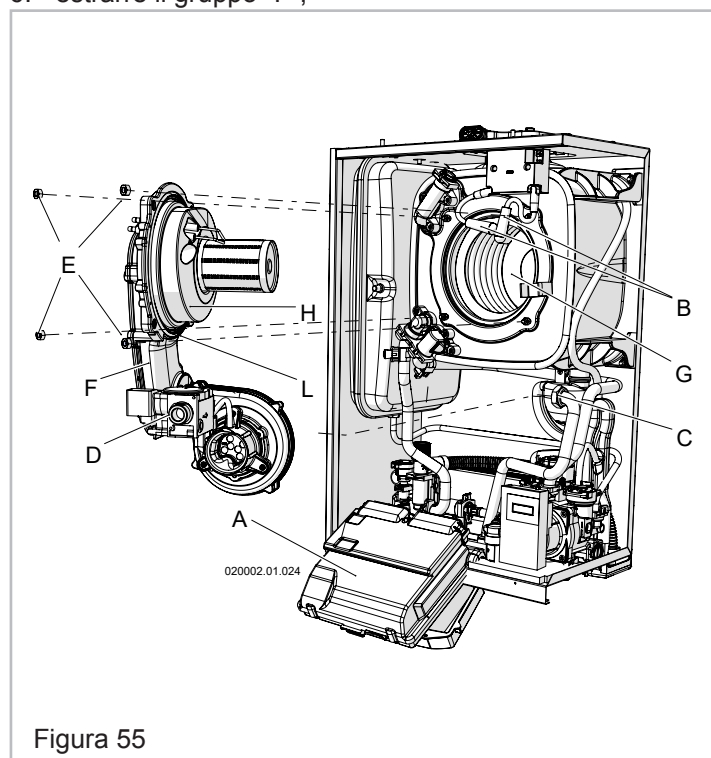

Figura 55
1. - Quando non è diversamente specificato fare riferimento a Figura 55;
⚠ ATTENZIONE!!! Ogni volta che si effettua la pulizia del bruciatore e dello scambiatore primario occorre verificare il buono stato degli isolanti termici "G" e "H" di Figura 55. Se necessario sostituirli (richiedendo gli appositi kit) assieme alla guarnizione del bruciatore "L" di Figura 55.